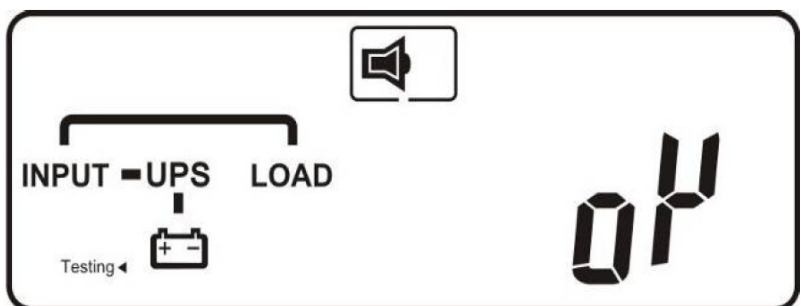

Рис. E1 "OK"
4.1.7 ИБП вновь проводит внутренне тестирование. На экране отображается рис. D и ИБП переходит в батарейный режим примерно на 4 секунды. На экране последовательно отображаются рис. E1 — F, если внутренне тестирование завершено успешно, и отображаются рис. E1 — E2 — Код ошибки, в случае неисправности и невозможности включения ИБП.